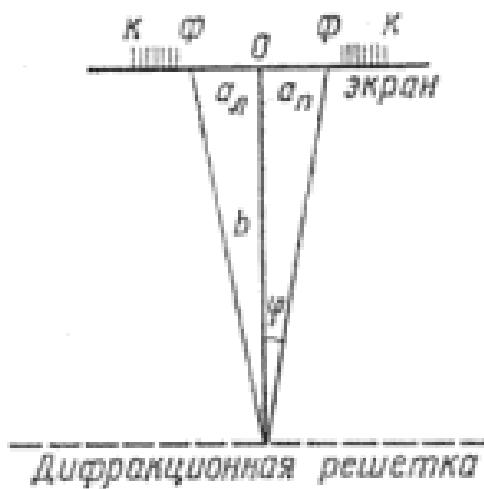

Рис.3
Белый свет по составу – сложный. Нулевой максимум для него – белая полоса, а максимумы высших порядков представляют собой набор семи цветных полос, совокупность которых называют спектром соответственно I, II, ... порядка (рис.3).
- Определите расстояние от нулевого деления (0) шкала экрана до середины фиолетовой полосы как слева « $a_{\text{л}}$ », так и справа « $a_{\text{п}}$ » для спектров I порядка (рис. 3) и вычислите среднее значение  $a_{\text{ср}}$ .
- Вычислить по формуле (2) длину волны фиолетового света для спектров I и II порядков, длину волны красного света I и II порядков.